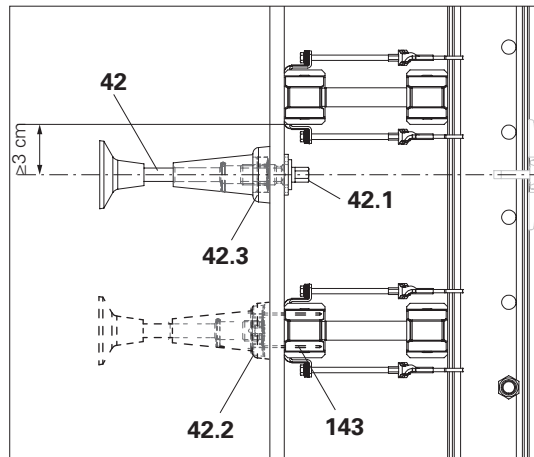
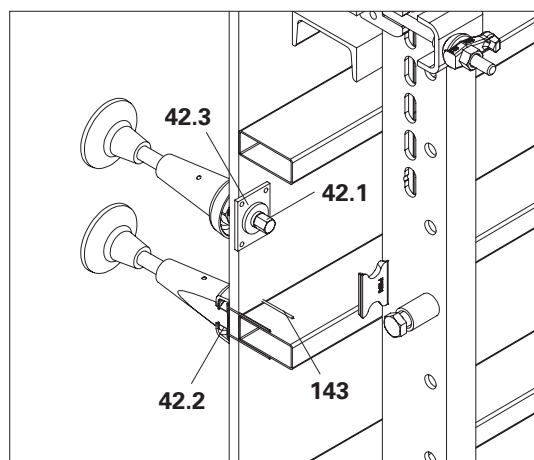

Fig. B6.01
Fig. B6.02a
(Fig. B6.01)
Se la posizione dell'ancoraggio cade su puntoni (41.1) o travi, montare l'ancoraggio laterale con un perno di posizionamento dell'ancoraggio. Fissare il perno di posizionamento ancoraggio M30 (42.2) al manto con chiodi 3.0 x 80 (143). Vedere fig. B6.01 – fig. B6.02a, esempi in basso.